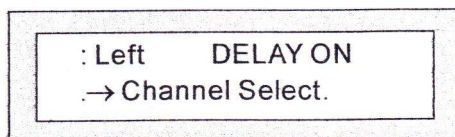

рис. 8
5. Press кнопка CH-SEL/MIDI, показ показывает как рис. 8, Вы можете приспособить желаемый канал через кнопку «-» или «+».